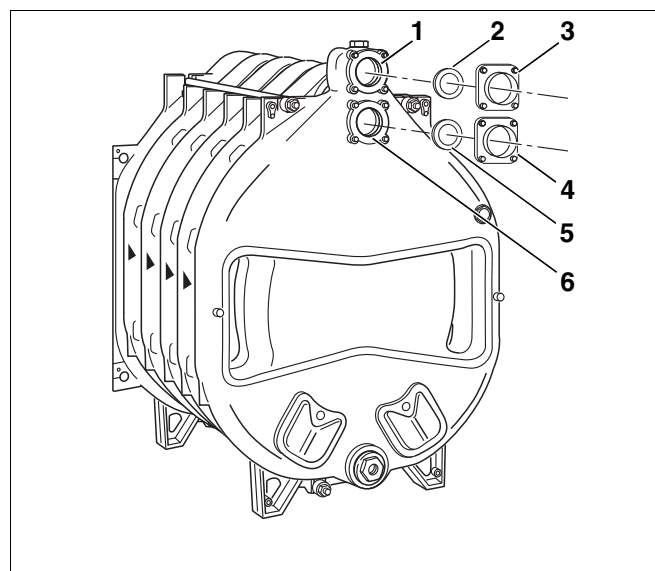

Fig. 23 Montage – bride de raccordement
- La contre-bride à souder (avec conduites soudées) est montée sur le moyeu supérieur (fig. 23, [6] – raccord retour) lors du raccordement ultérieur du retour. La contre-bride à souder et le joint plat sont représentés ici (fig. 23, [4] et [5]).
La bride de raccordement du départ (fig. 23, [3]) avec joint plat (fig. 23, [2]) sera nécessaire pour le raccordement ultérieur du départ (fig. 23, [1]).